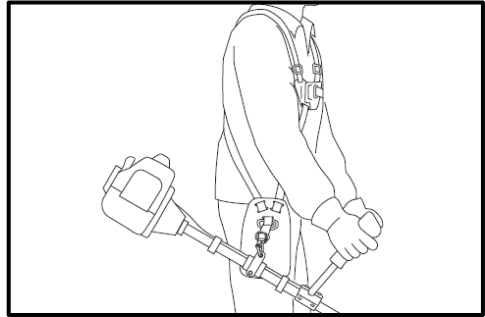
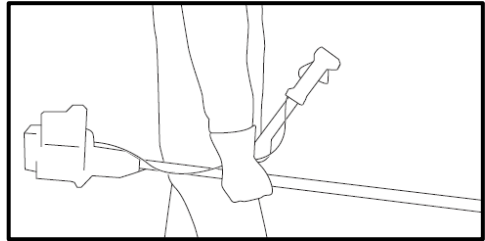

Рис. 4
Рис. 5
- При перенесенні мотокоси на короткій відстані (при переході з одного місця роботи на інше) рекомендується заглушити двигун. Переносьте мотокоосу, повисивши її на ремінь та тримаючи за рукоятки (Рис. 4) або тримаючи за штангу (Рис. 5).